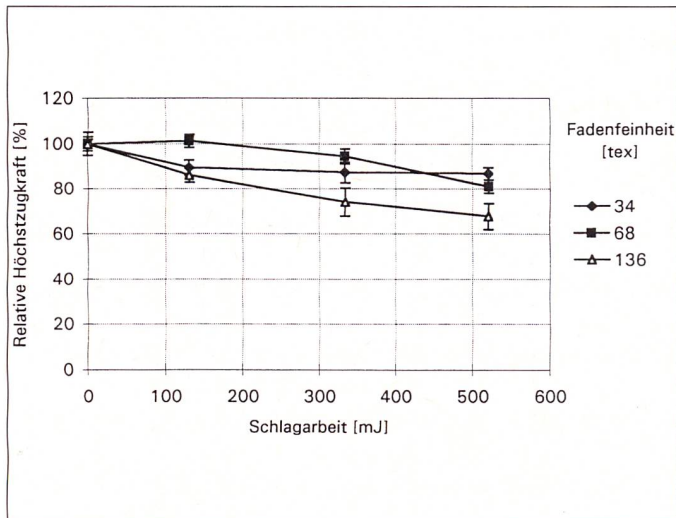

Bild 8: Einfluss der Garnfeinheit auf den Schädigungsgrad; Filamentfeinheit 9 Arm Prallplatte Piacryl, Schlagelement 1/1
Der Einfluss der Garnfeinheit auf den Schädigungsgrad nach einer Schlagbeanspruchung bedarf einer komplexen Interpretation (Bild 8). Die stärkere Schädigung des Filamentgarnes von 136 tex bei intensiverer Beanspruchung könnte damit im Zusammenhang stehen, dass sich eine größere Anzahl von Filamenten (850) gekreuzt überlagert und dadurch bricht. Weiter behindert der stärkere Faden die Übertragung der Energie an die Prallplatte. Bei der geringeren Anzahl von Filamenten bei der Fadenfeinheit von 34 tex ist ein leichteres Verdrängen der 212 Filamente auf eine größere Fläche zu verzeichnen, so dass die Zahl der Überkreuzungen sinkt und die Prallplatte einen höheren Energieanteil aufnimmt.